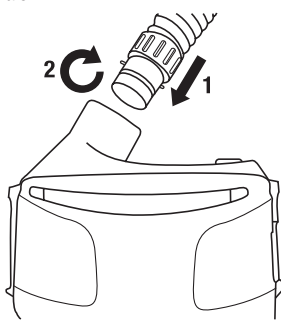

Fig. 8
1. Insérer l'extrémité du tuyau de respiration muni du dispositif de verrouillage à baïonnette (deux petites broches) dans les deux fentes parallèles de la sortie d'air du souffleur à moteur (Fig. 8).